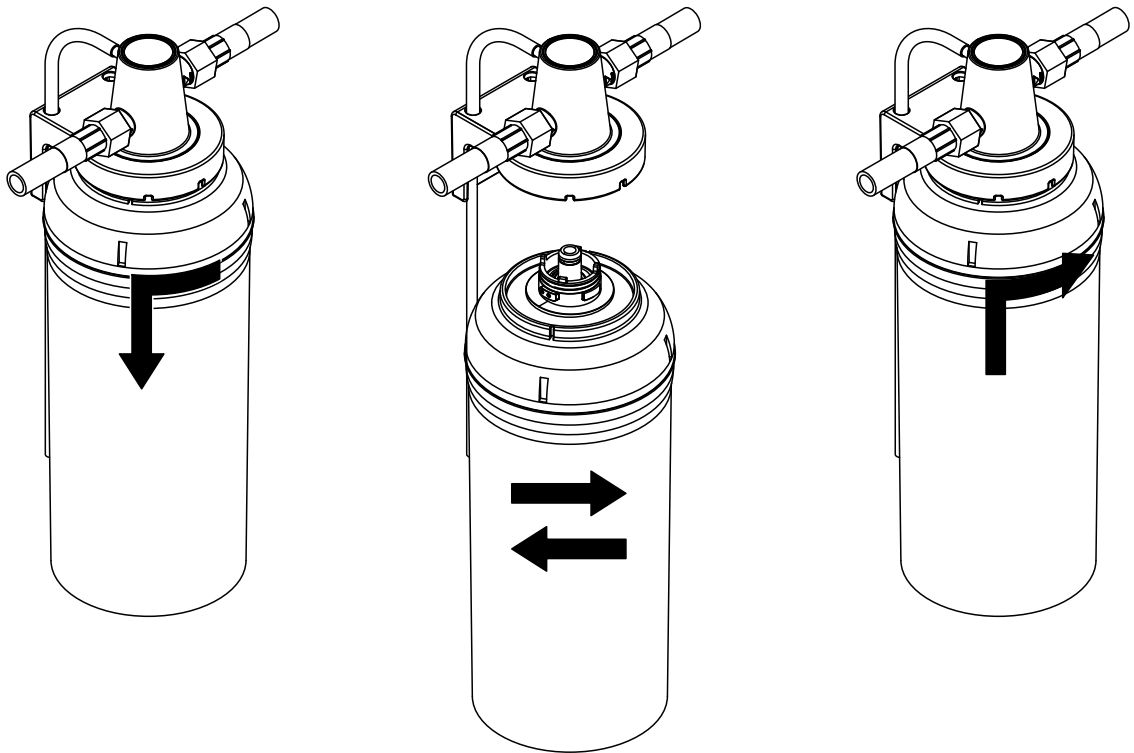

Abb. 13: Verbrauchte Filterkartusche ausbauen
5. Die Filterkartusche mit beiden Händen am Umfang gut festhalten, damit diese beim Ausbau nicht herunterfällt. Anschliessend die Filterkartusche vorsichtig wie in Abb. 13 links gezeigt, bis zum Anschlag in Pfeilrichtung drehen (ca. 45 °) und die Filterkartusche entfernen.
8. Die Filterkartusche gleichzeitig nach oben drücken und drehen bis die Filterkartusche im Bajonettverschluss des Filterkopfs eingreift. Anschliessend die Filterkartusche wie in Abb. 13 rechts gezeigt mit leichtem Druck nach oben bis zum Anschlag in Pfeilrichtung in den Filterkopf eindrehen (ca. 45°).